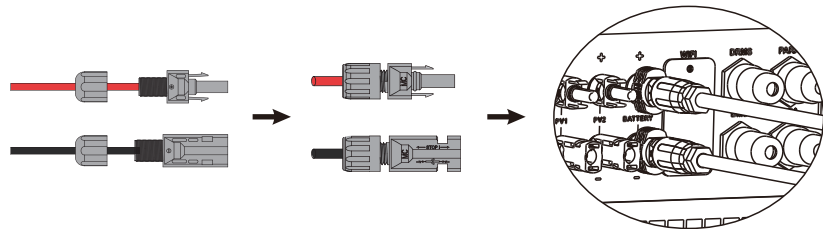

Figure 4.1-3 Le connecteur PV est raccordé à l’onduleur
Étape 3. Vissez le capuchon et branchez-le sur le côté de l’onduleur. Un clic se fera également entendre si les connecteurs sont correctement insérés dans les connecteurs PV. Voir Figure 4.1-3.